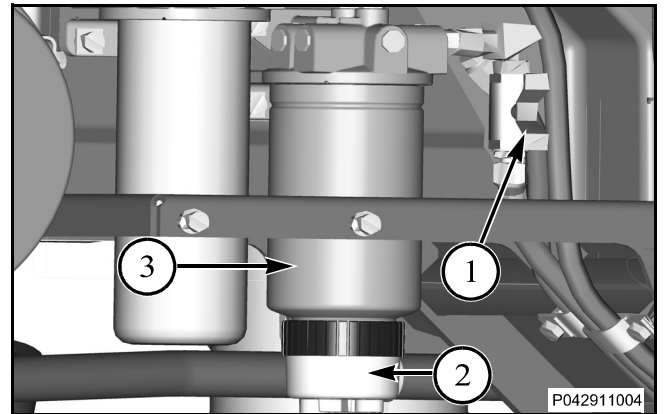

Figure 68
Figure 68: Fermer le robinet d'alimentation du réservoir de carburant (1). Tourner la poignée à fond dans le sens des aiguilles d'une montre pour fermer le robinet.